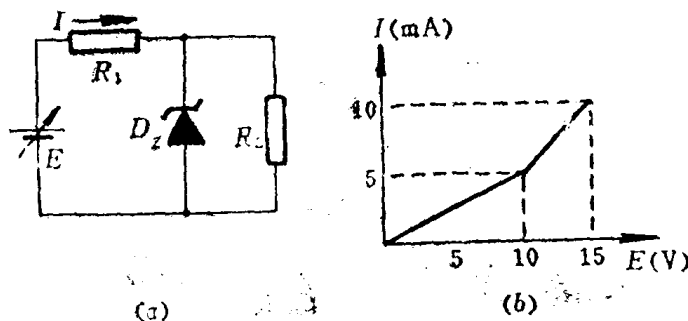

图 1-14
1.19 图1-14(a) 所示硅稳压二极管电路中， V 和 I 的关系如图1-14(b) 中所示，